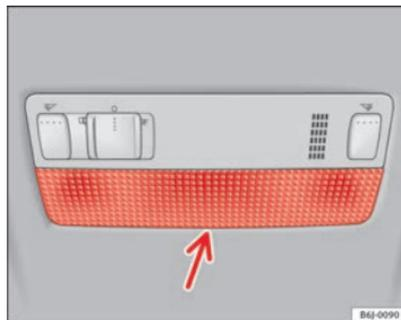

Fig. 170 Luz de lectura delantera
- Introduzca un destornillador fino por su parte plana entre la carcasa y el cristal ⇒ fig. 170.